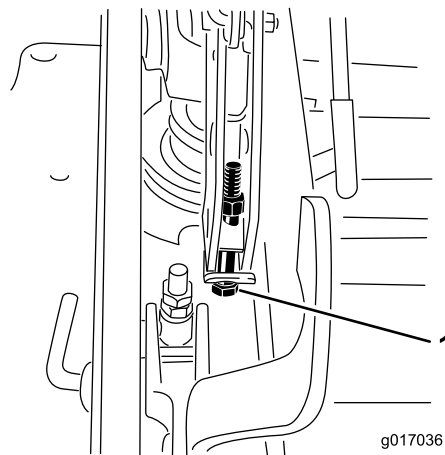

Figure 89
13. Si le tablier est trop bas, serrez le boulon de réglage monopoint dans le sens horaire. Si le tablier est trop haut, desserrez le boulon de réglage monopoint dans le sens antihoraire (Figure 89).